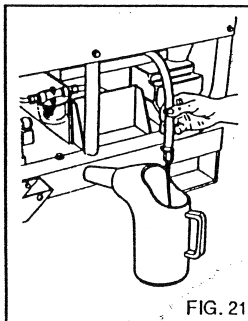

FIG. 21
- 1) Sacar el tubo flexible de la descarga de aceite A (fig.21).
- 2) Sacar el tapon del tubo flexible B (fig. 21).